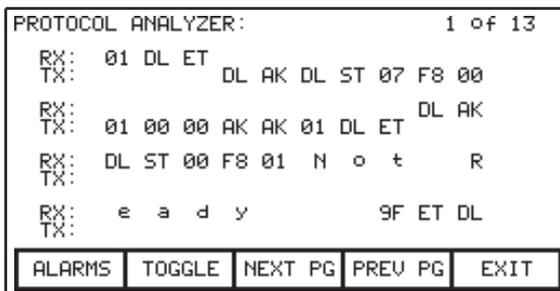

Figura 244 – Formato combinado mostrado
- datos mostrados en forma combinada (Figura 244) de: